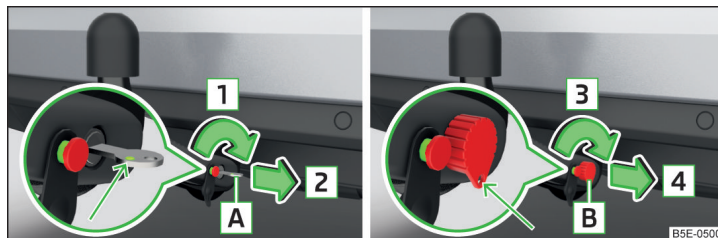

Fig. 275 Bloquear cerradura: Variante de llave 1 / variante de llave 2
- Gire la llave **[A]** en el sentido de la flecha **[1]** de manera que la marca verde muestra hacia arriba » fig. 275.
- Gire la llave **[B]** en el sentido de la flecha **[3]** de la manera, que la argolla de llave muestra hacia abajo » fig. 275.